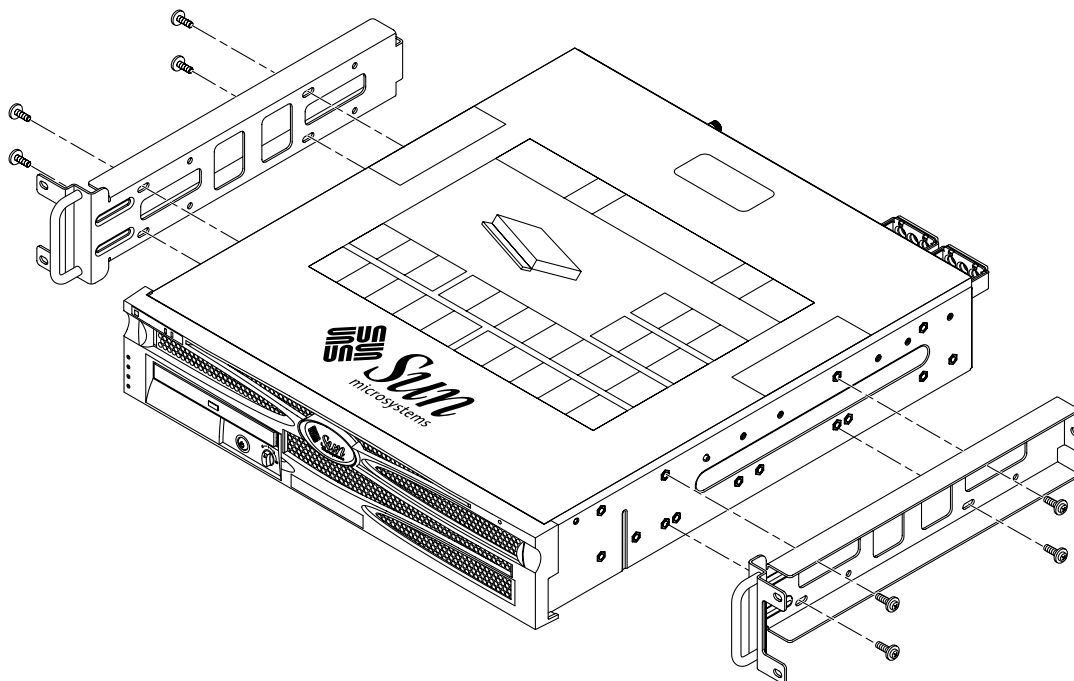

BILD 3-19 Skruva fast sidoskenorna på servern
10. Använd åtta av M5 × 10 SEM-skruvarna (fyra skruvar för varje sidoskena) och skruva fast skenorna på serverns sidor (BILD 3-19).